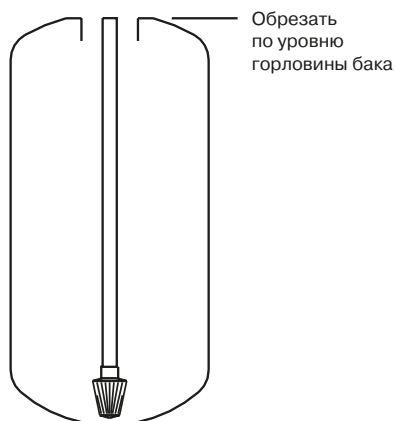

Рис. 2. Обрезка трубы дистрибьютора
3. Установите и отцентрируйте распределительную трубу с корзиной в корпусе установки (рис. 2,3). В конструкции установки вместо нижней корзины может быть 6-лучевая распределительная система. В этом случае следует поместить основание 6-лучевой системы, наклеенное на распределительную трубу, внутрь корпуса, и уже внутри вкрутить 6 "лучей". **Внимание:** не надавливайте на распределительную трубку во избежание поломки распределительной системы.
4. Обрежьте трубу дистрибьютора в соответствии с рис. 2 и снимите фаску.